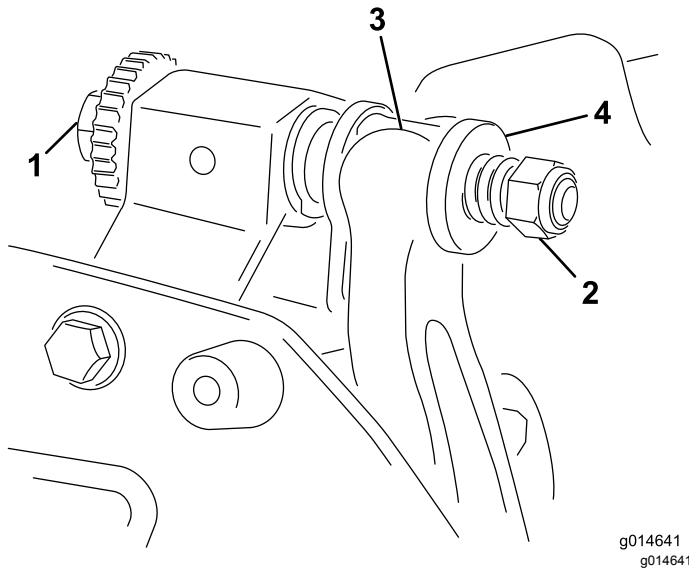

Figura 18
1. Gire el tornillo de ajuste de la barra de asiento en sentido antihorario para alejar la contracuchilla del molinete (Figura 18).
2. Afloje la tuerca de tensado del muelle hasta que el muelle deje de presionar la arandela contra la barra de asiento (Figura 18).
1. Instale la barra de asiento, posicionando las pestañas de montaje entre las arandelas y el tornillo de ajuste de la barra de asiento (Figura 18).